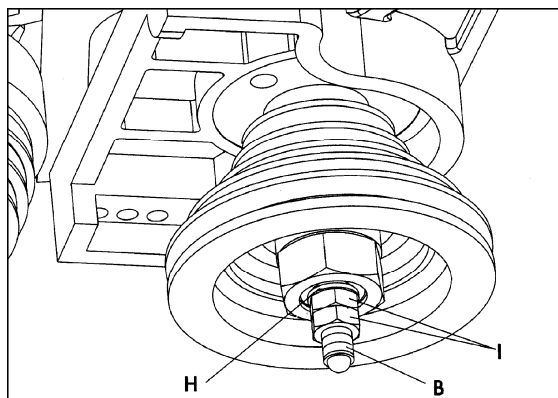

Рисунок 5
8. Откройте дверцу тумбы и установите клиновидную шайбу (Н, рис. 5) на нижний конец приводного стержня (В, рис. 5).
9. Установите и крепко затяните две контргайки (I, рис. 5) ключом 19 мм.